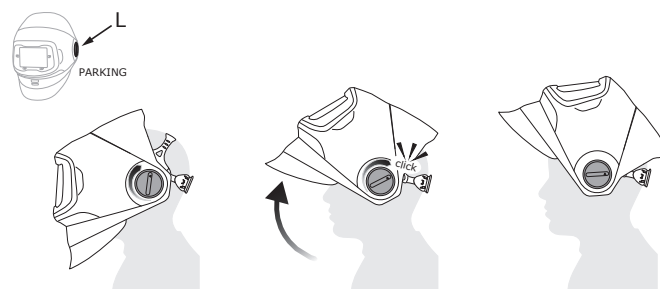

Fig. 6b
- Le point d'immobilisation est un point d'arrêt naturel qui permet de maintenir la lentille pour le meulage en position ouverte ou relevée. Pour que le point d'arrêt soit plus visible, faire tourner le bouton de pivot situé à gauche et indiquant « PARKING » (immobilisation) dans le sens horaire pour augmenter la capacité d'immobilisation au point d'arrêt ou dans le sens antihoraire pour la réduire (Fig. 6b).